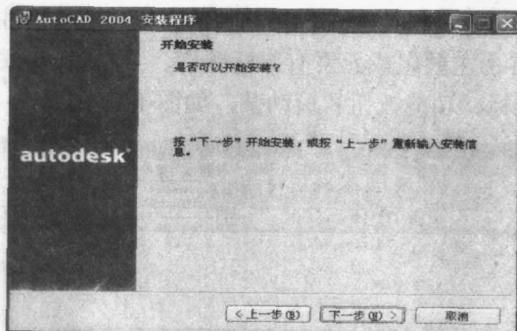

图 1-9 确认开始安装
11. 现在用户已经完成了安装的前期设置工作，安装程序提示用户是否开始安装工作，如图 1-9 所示。